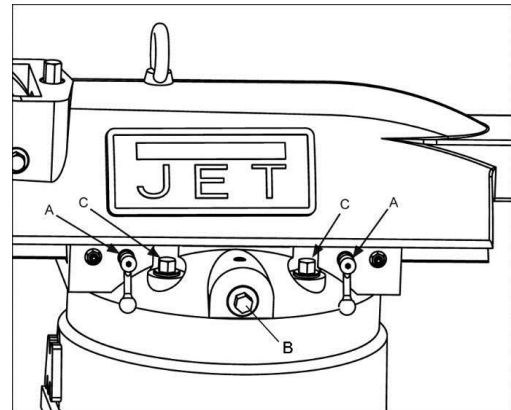

Рисунок 19 (Показан JTM-949LTS)
1. Ослабьте две ручки (А, Рис. 19), которые фиксируют консоль на его направляющих.
2. Поверните шестерню консоли (В, рис. 19) с помощью ключа, чтобы продвинуть консоль по направляющим.
3. Когда подвижная консоль перемещен в нужное положение, плотно затяните ручки (иди шестигранные гайки) (А, рис. 19).
1. Ослабьте четыре зажимных болта поворотной башни (С, рис. 19), которые закрепляют консоль на верхней части основания. Чтобы поворотная башня могла перемещаться, достаточно ослабить винты на пол-оборота.
3. Затяните четыре зажимных болта поворотной башни (С, рис. 19). Затягивайте в два этапа при помощи выставленного на определенную величину динамометрического ключа. Используйте перекрестную схему затяжки. Сначала затягивайте при величине крутящего момента 3,45 кгс*м, и окончательно при 6,9 кгс*м.